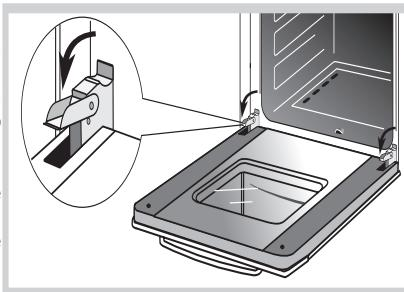

Рис.25
- поднимите и поверните до упора рычаги, расположенные на двух шарницах (рис. 25),